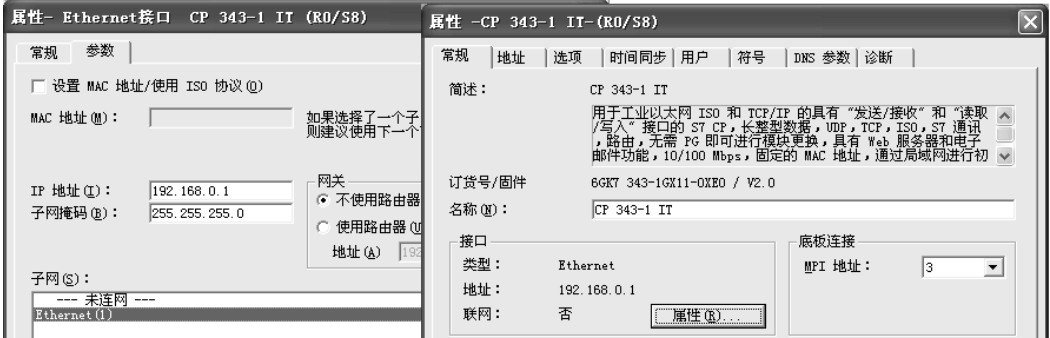

图 10-18 以太网接口属性对话框
和子网掩码 255.255.255.0（见图 10-18 的左图），默认的网关设置是不使用路由器，TCP/IP 通信不需要设置 MAC 地址。选中子网列表中的 Ethernet (1)，点击“确定”按钮，返回 HW Config。
双击机架中的 CP 343-1 IT，在打开的 CP 属性对话框的“常规”选项卡（见图 10-18 的右图）中，设置 CP 的 MPI 地址为 3。